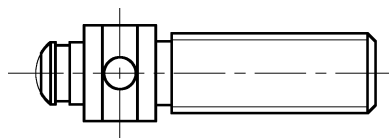

图 11-12 绘制齿根线
3) 绘制齿根线。选择“细实线”为当前图层，选择“绘图”面板→“构造线”命令，输入 0，输入偏移距离 21，指定中心轴线和偏移方向，进行修剪后的绘制结果如图 11-12 所示。